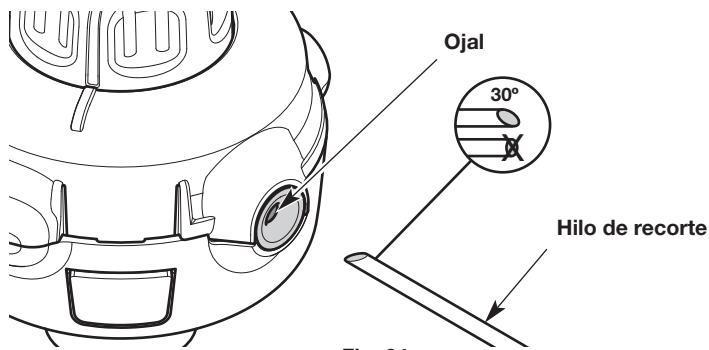

Fig. 24
2. Corte dos largos de 10 pies (3.0 m) de hilo de recorte nuevo. Corte un extremo de cada hilo en un ángulo de 30° (Fig. 24).
4. Enhebre uno de los hilos por uno de los ojales del cabezal de corte (Fig. 24). Utilice el extremo angulado y empuje el hilo para que entre unas 3 pulgadas (7.5 cm). Repita este proceso con el otro hilo y el ojal restante.